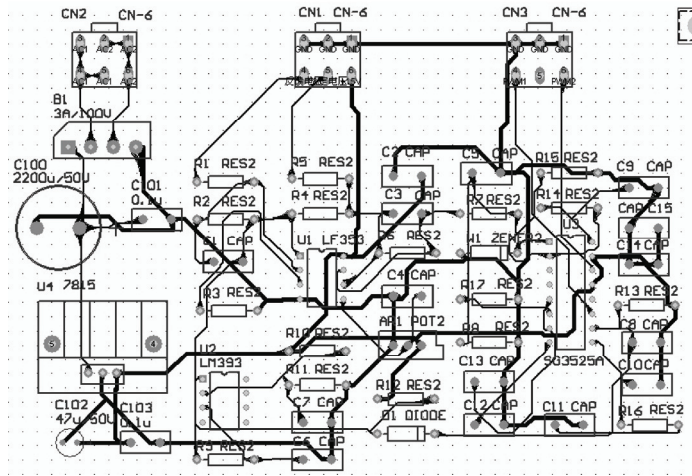

图 6-100 补泪滴并布线后的 PCB
5) 补泪滴处理。选择“Tools”→“Teardrops”命令，对 PCB 上的焊盘和过孔进行补泪滴设置。补泪滴设置主要是为了提高助焊膜的助焊性能，同时也提高阻焊膜的阻焊性能。设置了补泪滴后并布线后的 PCB 如图 6-100 所示。